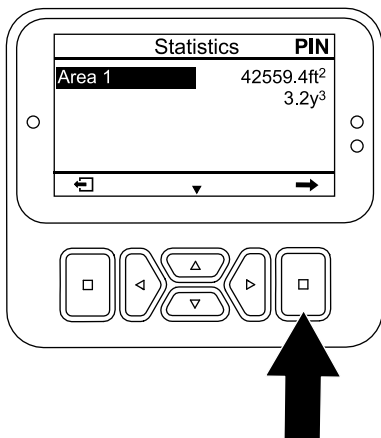

Figura 98
1. All'interno della schermata STATISTICHE, premete il pulsante Giù fino a quando non viene selezionata l'opzione AREA 1 (Figura 98).